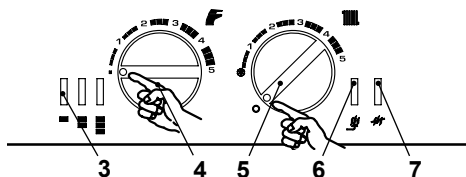
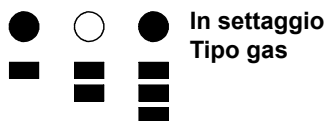
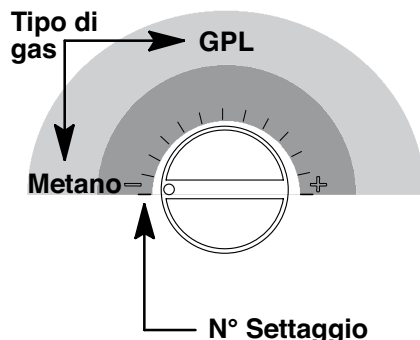
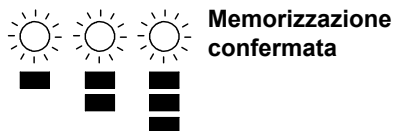

Figura 8.2
Figura 8.4
Figura 8.5
Figura 8.8
- Posizionare il selettore 5 come indicato in Figura 8.2; la lampada di segnalazione 3 lampeggia ad intermittenza circa ogni 4 secondi.
- Tenere premuto il pulsante di ripristino 6 in Figura 8.2 per circa 10 secondi, la lampada di blocco 7 in Figura 8.2 inizierà a lampeggiare.
- Premere il pulsante di ripristino 6 in Figura 8.2 tante volte (4 volte) fino alla visualizzazione delle spie di segnalazione 3 in Figura 8.2 come in Figura 8.4 (leggenda spie a pag. 38).
Per visualizzare il settaggio impostato tenere premuto il pulsante di ripristino 6 in Figura 8.2 per circa 5 secondi. Le spie di segnalazione 3 in Figura 8.2 lampeggeranno un numero di volte pari al settaggio (Figura 8.5).
- Per cambiare il settaggio ruotare la manopola regolazione temperatura sanitari 4 in Figura 8.2 e posizionarla per il **tipo di gas** prescelto Figura 8.5 (nella figura es. manopola settata per **gas Metano**), la lampada di segnalazione blocco 7 in Figura 8.2 lampeggia velocemente.
- Per memorizzare il settaggio premere il pulsante di ripristino 6 in Figura 8.2 per circa 5 secondi, le spie di segnalazione 3 in Figura 8.2 lampeggiano tutte quante simultaneamente come in Figura 8.8 (legenda spie a pag. 38)